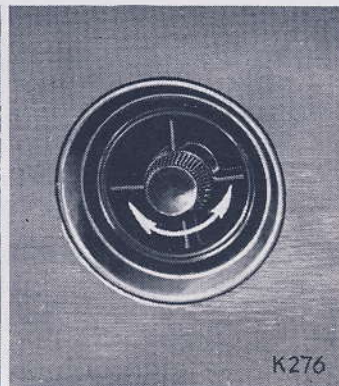

Fig. 16
**Bocchette orientabili di ventilazione (Fig. 16)**